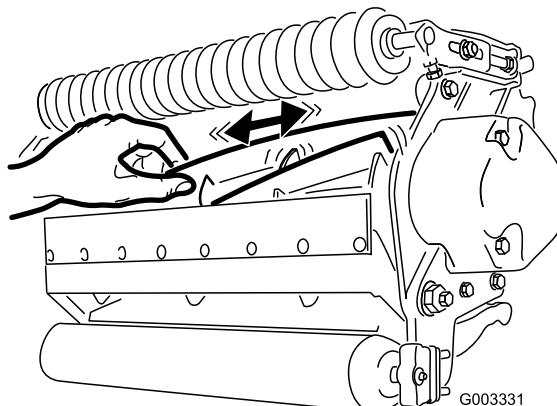

Figura 27
2. Usando un trapo o un guante grueso, sujete la cuchilla del molinete e intente mover el conjunto del molinete de un lado a otro (Figura 27).